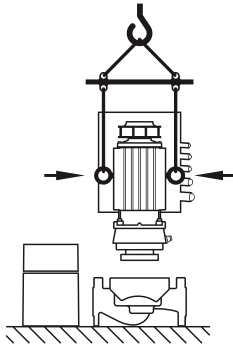

fig.23: Trasporto del set di innesto
- Se gli occhioni di trasporto vengono spostati dalla flangia del motore e montati sul corpo del motore, possono allora servire solo a portare o a trasportare il set di innesto (fig. 23), ma non al trasporto di tutta la pompa né alla rimozione del set di innesto dal corpo pompa (smontare in precedenza i dispositivi distanziatori e poi rimontarli al termine delle operazioni).